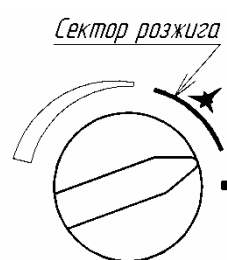

Рисунок 11. Розжиг
- перевести ручку 4 (рис. 1), не нажимая на неё, в положение «Розжиг» (рис. 11), в этом положении нажать на ручку до упора и удерживать её в нажатом состоянии несколько секунд (начнется поступление газа на запальную горелку с легким шипением);